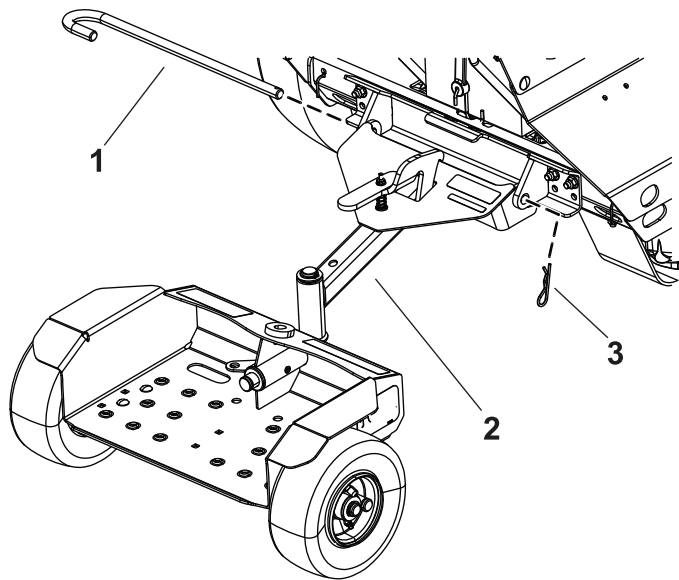

Bild 3
2. Befestigen Sie den Sulky mit dem Lagerbolzen und dem Splint an der Halterung (Bild 3).